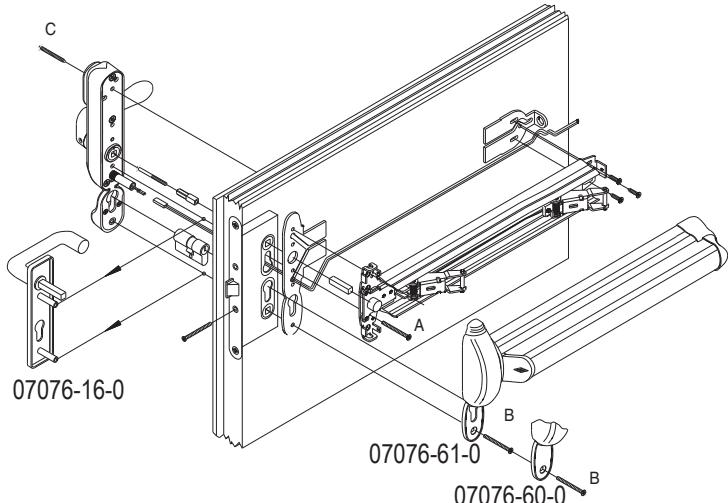

FIG. 1
PREDISPOSIZIONE DELLA PORTA TAGLIAFUOCO PER IL MONTAGGIO CON ELETTROMANIGLIA VERSIONE INFILARE art. 1.07074.70.0 con interasse 72 mm. (Fig. 1 - Fig. 2)
PREPARATION DE LA PORTE COUPE-FEU POUR LE MONTAGE AVEC POIGNEE ELECTRIQUE VERSION A ENFILER art. 1.07074.70.0 avec entraxe 72 mm. (Fig. 1 - Fig. 2)
VORBEREITUNG DER BRANDSCHUTZTÜR FÜR DIE MONTAGE EINES ELEKTRODRÜCKERS IN EINSTECKAUSFÜHRUNG Art. 1.07074.70.0 mit Dornmaß 72 mm. (Abb. 1 - Abb. 2)
PRE-SETTING A FIRE DOOR FOR INSTALLATION OF A MORTISE VERSION ELECTRIC HANDLE item 1.07074.70.0 with center distance 72 mm (Fig. 1- Fig. 2)
PREPARACIÓN DE LA PUERTA CORTAFUEGOS PARA MONTAJE CON ELECTROMANILLA VERSIÓN EMBUTIDA Art. 1.07074.70.0, con distancia entre ejes de 72 mm (Fig. 1 - Fig. 2)
VOORBEREIDING VAN DE BRANDDEUR OP MONTAGE VAN ELETTRISCHE HANDGREEP VOOR INSTEKMONTAGE art. 1.07074.70.0 met hartafstand van 72 mm. (Fig. 1 - Fig. 2)